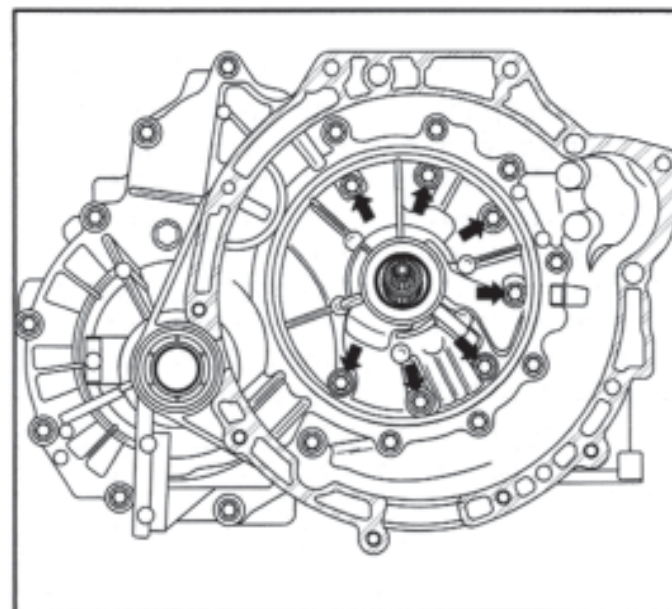

Figura 20
1. Remova os sete parafusos da bomba de óleo, conforme ilustrado na Figura 20.